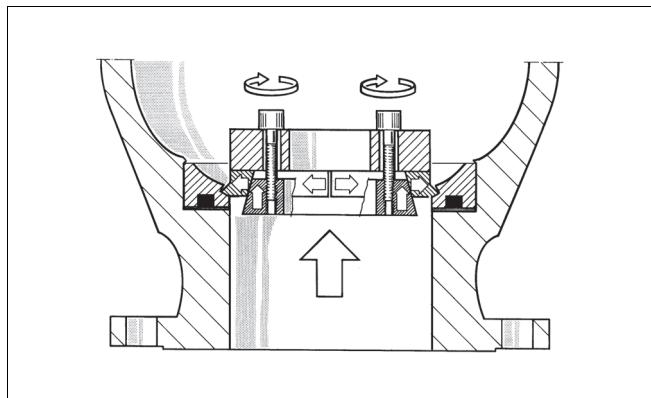

图 18 拆下已锁定阀座
- 如果阀座仍在原位，则将阀座从阀体盖上拆下。如果阀座已锁定，必须通过专用工具将其拆下。（请参见图 18 和章节“工具”）。